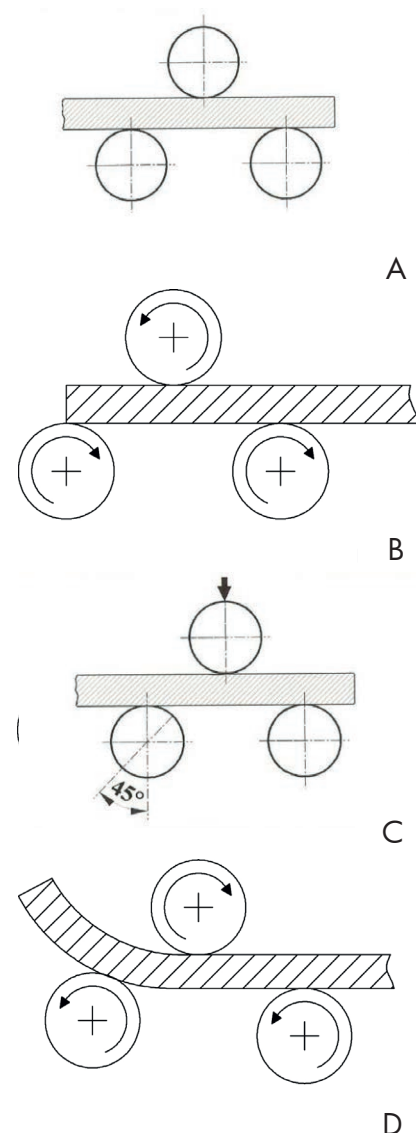

Fig. 17 : Plier un profil
5. Déplacez le galet supérieur vers le haut, en laissant la plus grande distance possible entre le galet supérieur et les galets inférieurs, afin de pouvoir insérer la pièce à usiner entre eux (Fig. 17, A).
6. Abaissez le galet supérieur le plus possible, jusqu'à ce que le profil à plier touche le galet supérieur et les galets inférieurs. C'est la «position neutre». Le profil doit être parallèle aux galets inférieurs (Fig. 17, A).
7. Déplacez le profil vers la gauche ou vers la droite. Il doit être coincé par l'une de ses extrémités entre le galet supérieur et les galets inférieurs (Fig. 17, B).
8. Abaissez le galet supérieur, afin d'exercer une pression plus forte sur le profil et amorcer le pliage (Fig. 17, C).